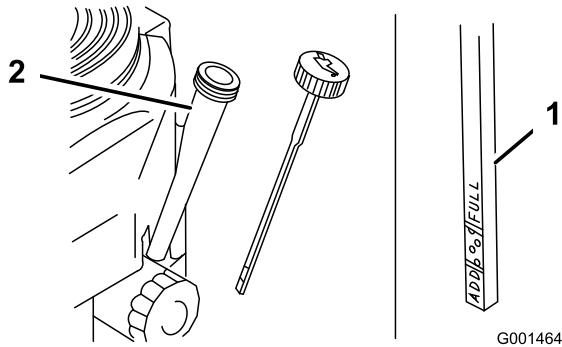

Figura 34
- Pulite attorno all'asta di livello (Figura 34) in modo che la morchia non possa penetrare nel foro di rifornimento e danneggiare il motore.
- Svitate l'asta di livello dell'olio e pulitene l'estremità (Figura 34).
- Inserite a fondo l'asta di livello nel tubo di rifornimento, senza avvitarla (Figura 34).
- Versate lentamente nel tubo di rifornimento (Figura 34) l'80% circa dell'olio indicato.